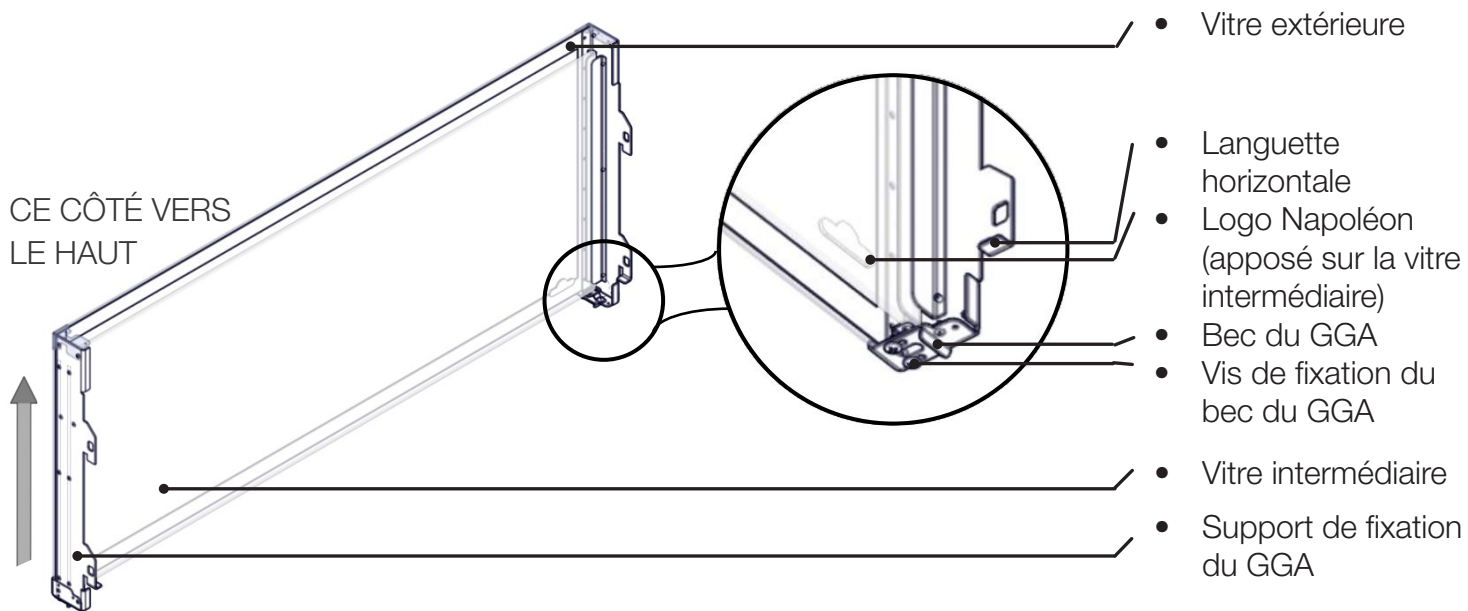

Fig. 1
2. Veillez à manipuler le GGA comme sur l'illustration (**Fig. 1**) étant donné que la vitre intermédiaire flottante pourrait sortir de l'ensemble si celui-ci n'est pas manipulé correctement.